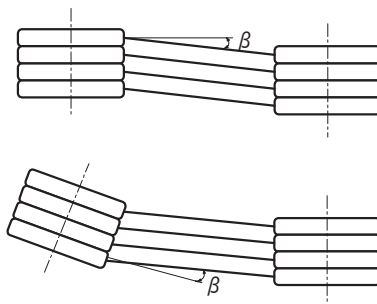

図5
- ・ 両プーリ間の平行度、偏心度は $20^\circ$ 以内としてください。(図5参照)